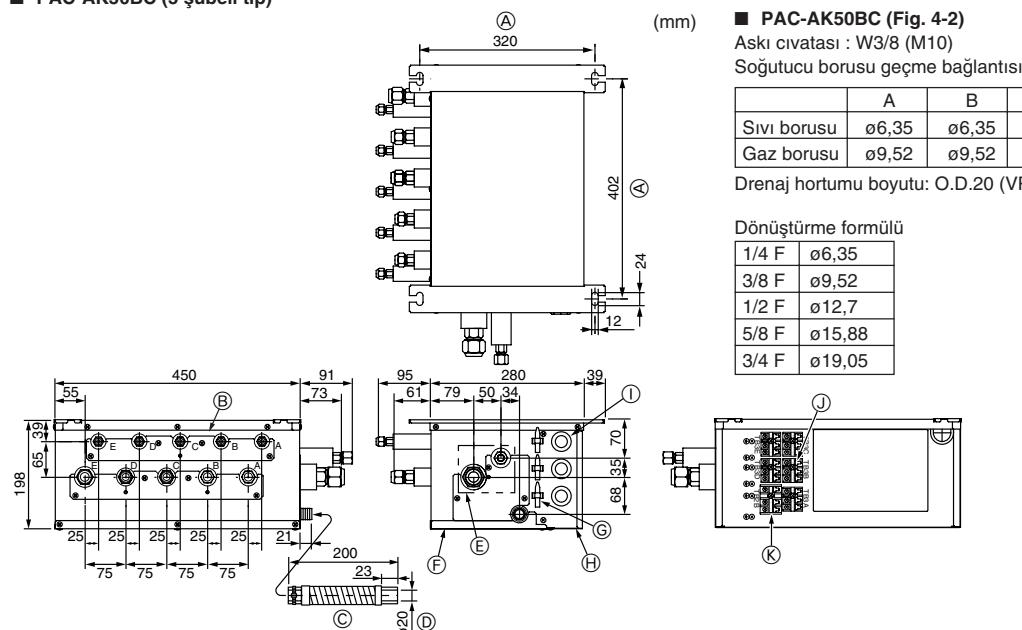

Fig. 4-2
#### ■ PAC-AK50BC (Fig. 4-2)
- (1) Askı civatalarını (bulundığınız yerden temin edin) belirtilen mesafede (Fig. 4-2, 4-3) takın.